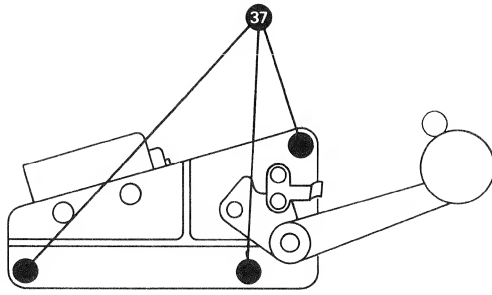

Fig. 2.14.—1
- 3 Schrauben (37) (Fig. 2.14.—1) lösen.
- Remove 3 screws (37) (fig. 2.14.—1).